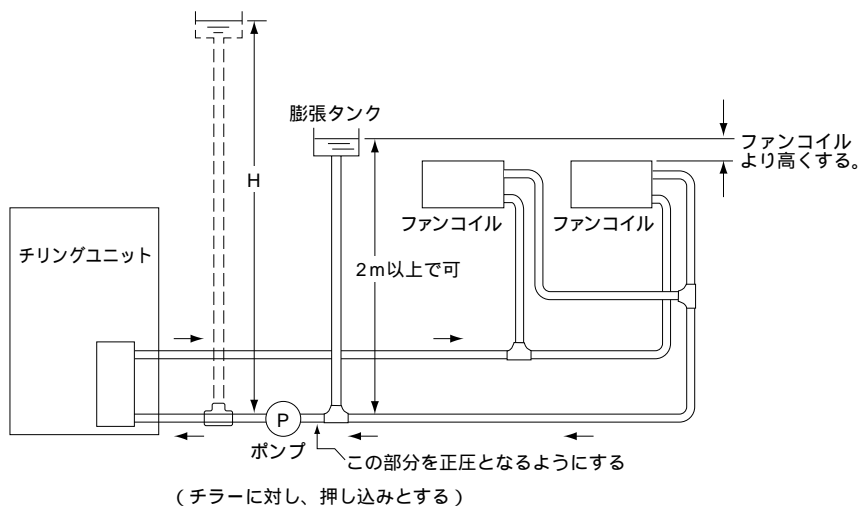

図5-2 膨張タンクとポンプの位置
- 2) 膨張タンクは図5-2に示すようにポンプの吸込口に設けることを原則とすること。ポンプの出口側に破線のように接続すると水回路の抵抗よりHを大きくしてポンプの吸込側が常に正圧となるようにすること。特にチラーを屋上に据付ける場合に注意すること。(下図参照)